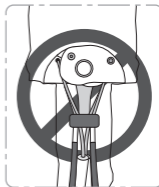

Abbildung 5
- Eine Totem-Backenklemme kann nicht als passive Sicherung dienen und darf nicht eingesetzt werden wie in ***Abbildung 5*** gezeigt.